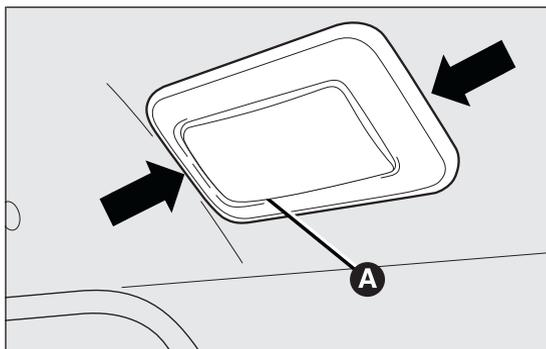

fig. 158
- estrarre la plafoniera A fig. 158 agendo nei punti indicati dalle frecce;